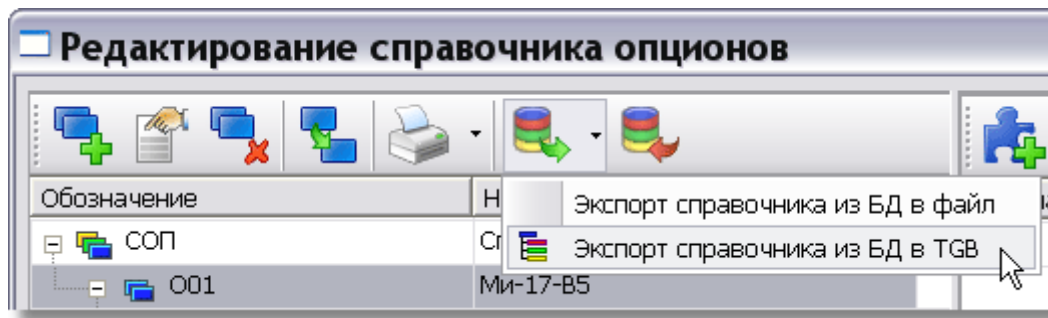

Рис. 80
2. Нажмите на значок  справа от кнопки **Экспорт справочника из БД в файл** и выберите команду **Экспорт справочника из БД в TGB** (Рис. 80).